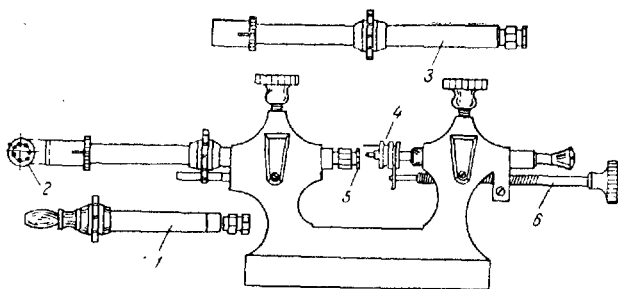
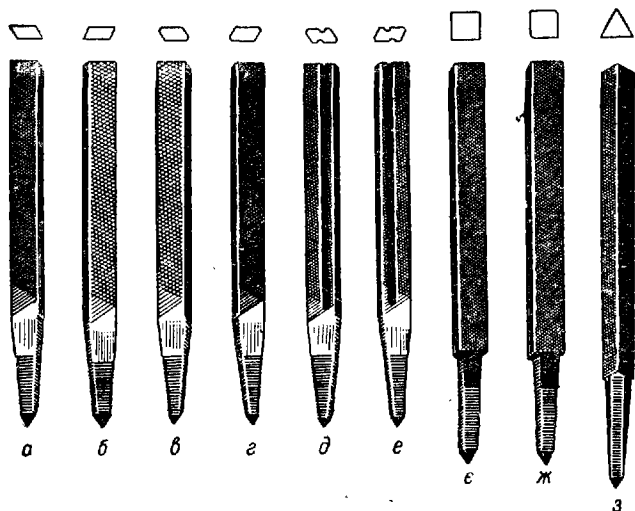

Рис. 160. Верстат для обробки цапф:
Рис. 161. Напилки і полірувальники для обробки цапф трибів і цапф для осі балансу:
6. Остаточне шліфування і полірування цапф провадиться на цапфенверстаті (рис. 160). На рис. 161 показано спеціальні напилки і полірувальники для обробки цапф балансу і цапф трибів.
Верстат для обробки цапф, відомий у годинниківів під назвою «цапфенмашини» (див. рис. 160), є необхідним приладом для доводки і полірування цапф балансу і трибів в годин-
Напилками з особливо дрібною насічкою (див. рис. 161, *а*, *б*) лівою і правою користуються для заточки (доводки) цапф трибів; напилки *в*, *г* з лівою і правою насічками з скошеними кутами застосовують для заточки фаски